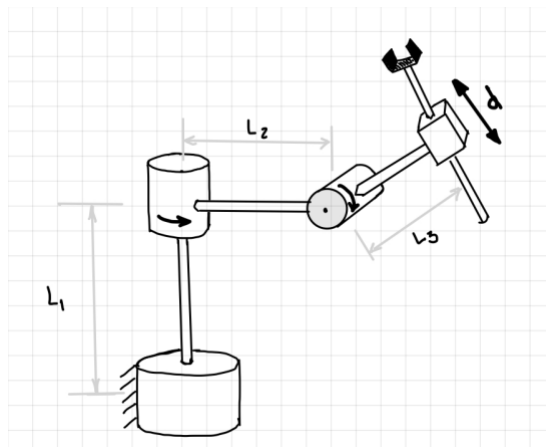

Figura 1: Brazo robótico para el problema de desarrollo 3
**Problema 3.** Baje el toolbox de Peter Corke de robótica para Matlab, es software libre. Siga las instrucciones para crear una geometría de brazo robótico y considere la geometría de la figura 1, ingrese los datos del inciso e. y determine la posición del vector  ${}^0_3P$  todo dentro de la plataforma Matlab.
Con base en la geometría del brazo robótico mostrado en la figura 1, calcule: